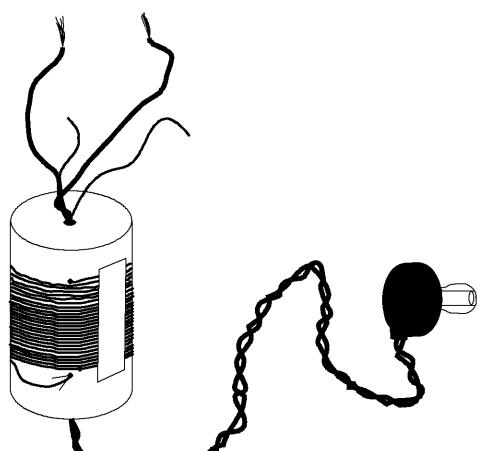

図8 イヤホンの線をコイルの穴に通す
- (2) フィルムケースの底にあけた穴に通すためクリスタルイヤホンの2本の線の先を、ねじって一つにする。
- (3) コイルとなったフィルムケースの、口からクリスタルイヤホンの線の先端をいれて、底の穴に通す（図8）。